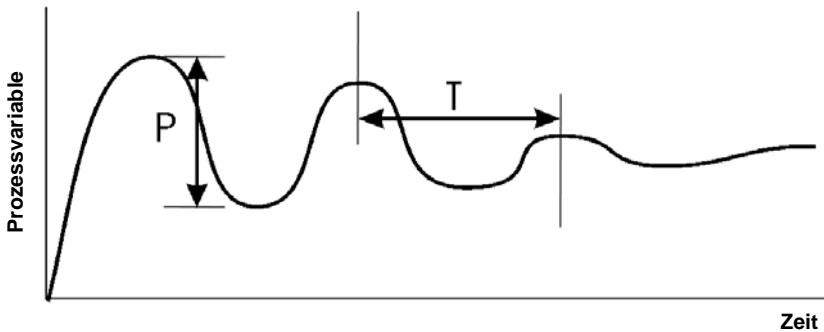

Bild 35 - Manuelle Regelabstimmung
1. Stellen Sie den Sollwert (SP) auf den normalen Betriebswert ein (oder auf einen niedrigeren Wert, falls ein zu starkes Überschießen des Istwertes für den Prozess schädlich sein könnte).
2. Wählen Sie EIN / AUS-Regelung (d.h. Einstellung $Pb_P = 0$, Porportionalband (PB) = 0%).
3. Starten Sie den Prozess. Die Prozessvariable bzw. der Istwert "schwingt" um den Sollwert herum. Beachten Sie (a) die Spitze zu Spitze -Abweichung im ersten Zyklus, d.h. den Unterschied zwischen dem höchsten Wert beim ersten Überschwingen und dem niedrigsten Wert beim ersten Unterschwingen, und (b) den Zeitwert dieser Schwingung (T) in Minuten. Siehe auch Bild 35 - manuelle Einstellung.